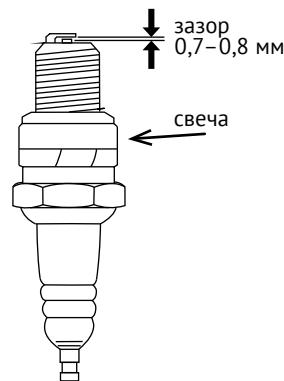

рис. 12
- Осмотрите свечу, очистите контакты проволочной щеткой. При помощи специального щупа измерьте зазор между электродами, его величина должна составлять 0,7–0,8 мм (см. рис. 12). Регулируя положение отрицательного электрода, установите требуемый зазор.